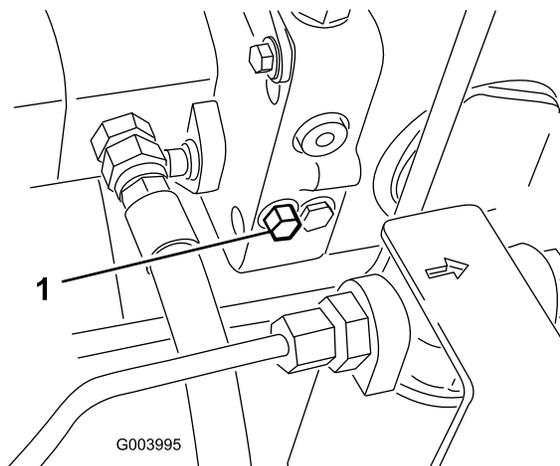

Figura 43
1. La válvula de desvío está situada en el lado izquierdo del hidrostato (Figura 43). Gire el perno una vuelta y media para abrirla y dejar pasar el aceite